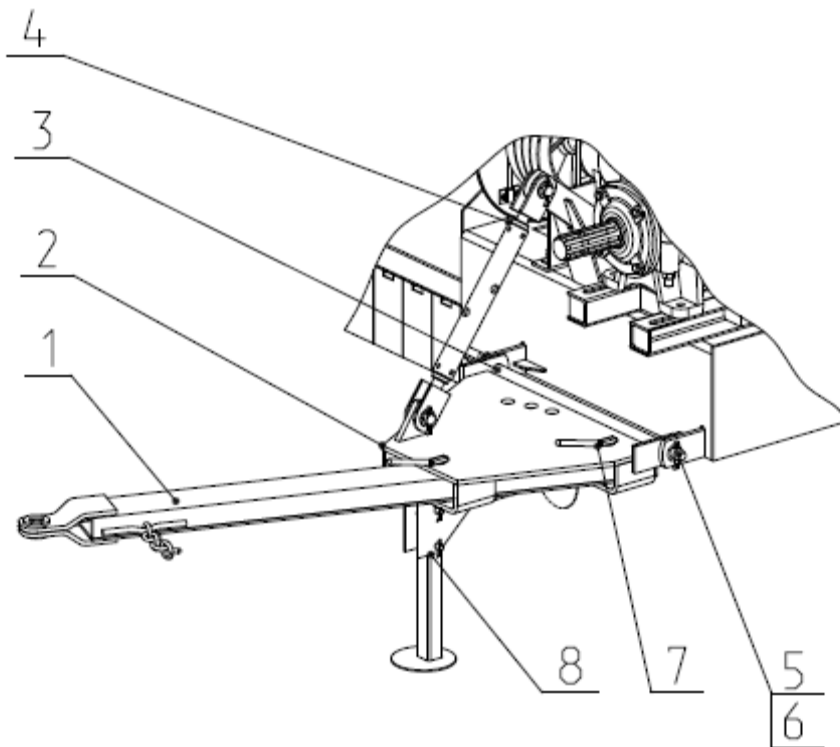

Рис.7 Сница косилки КИР-1,85
2.8.Сница косилки (рис.7). К левой части рамы косилки через оси 3 и регулируемую стяжку 4 (талреп) укреплен площадка сницы 2, в которой при помощи пальцев 7 установлено дышло 1.